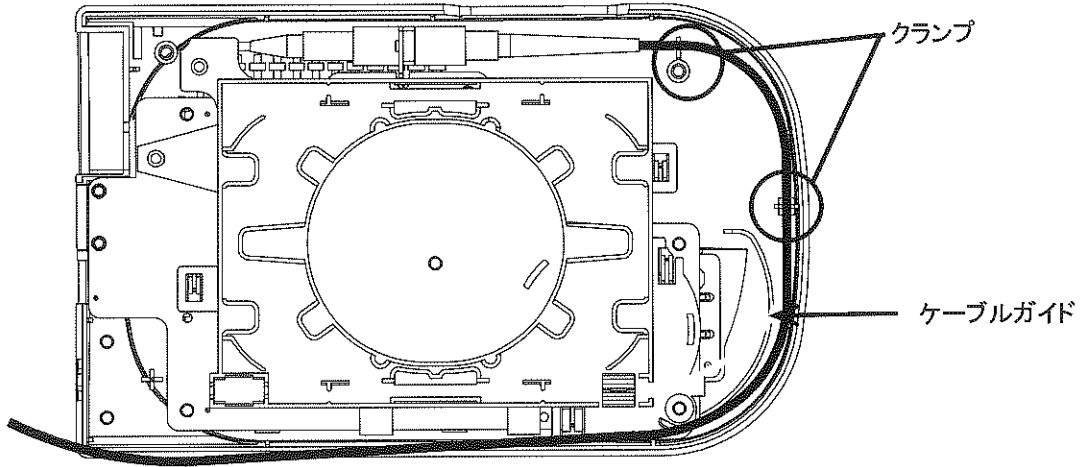

図 4-35 光ファイバケーブルの引き回し
- ・SCコネクタ付き光ファイバケーブルを、図 4-35 に示すように引き回して下さい。